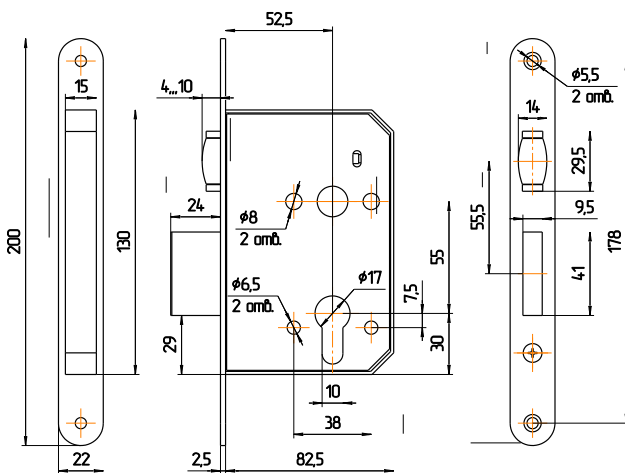

Рис.2
4.1. Произвести разметку на двери согласно рис.2. Выполнить на торце полотна двери гнездо для корпуса замка, а также отверстия для крепежа замка. Выполнить на полотне двери отверстия для МЦ и крепежа накладок, а в дверной коробке - отверстия под засов и роликовый фиксатор.